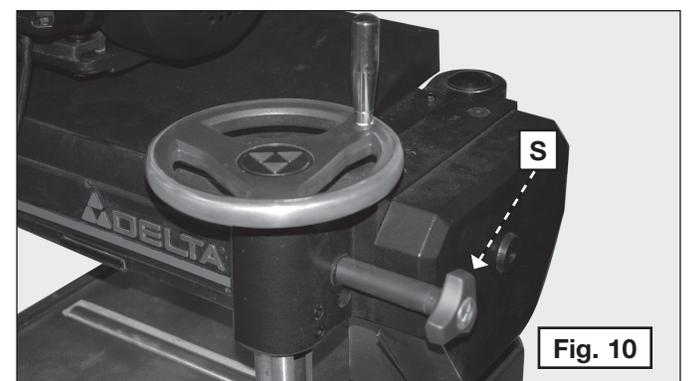

Fig. 10
- NOTA:** Asegúrese de que dos de las perillas de bloqueo del cabezal (se muestra una en [S] Fig. 10) estén flojas antes de elevar el conjunto del cabezal.